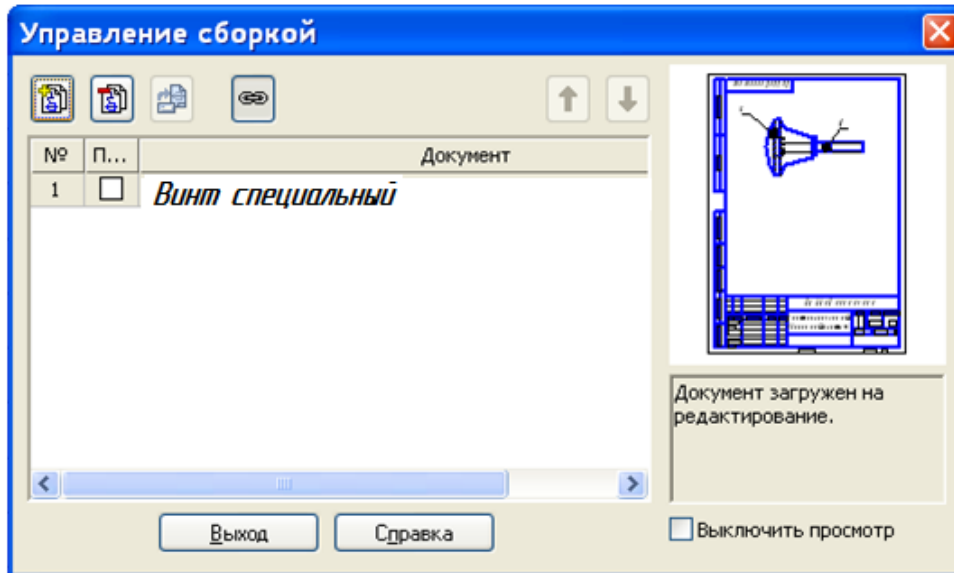

Рисунок 91.
2. Подключение сборочного чертежа. Нажмите кнопку «Управление сборкой»  на инструментальной панели «Спецификация». В окне управление сборкой нажмите кнопку «Подключить документ» (рисунок 91). В диалоге открытия файлов укажите файл сборочного чертежа и нажмите кнопку – «Открыть». Подключенный документ отобразится в списке окна «Управление сборкой». Нажмите кнопку «Выход».